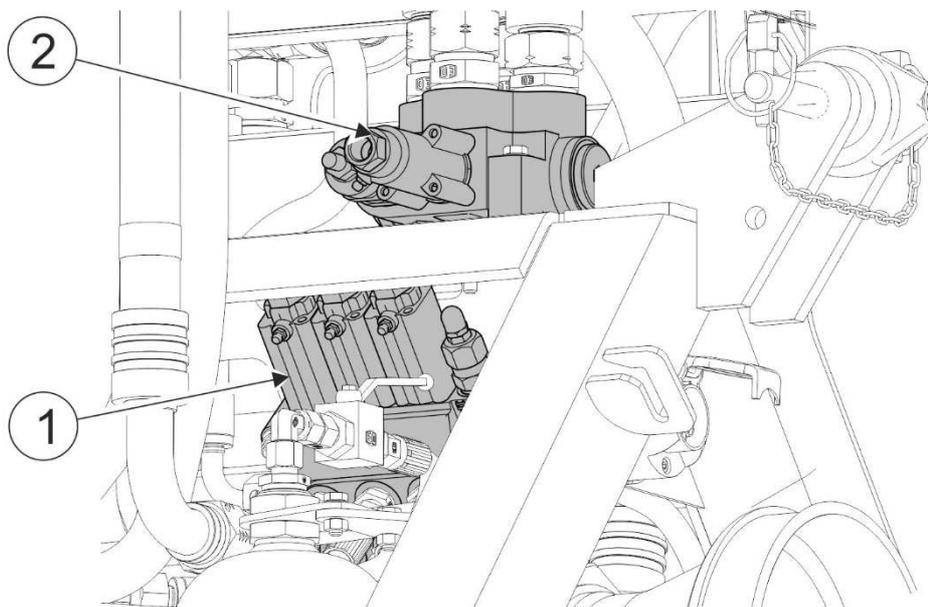

РИСУНОК 5.3 Гидравлические распределители.
(1)- гидравлический распределитель силовых гидроцилиндров плечей несущей системы; (2)- гидравлический распределитель гидродвигателя рабочей головки.
Гидравлический распределитель (1) (РИСУНОК 5.3) служит для управления тремя гидравлическими цилиндрами несущей системы. Односекционный распределитель (2) служит для запуска гидродвигателя рабочей головки. Управление распределителями осуществляется при помощи пульта управления изнутри кабины трактора. Необходимо ежедневно проверять техническое состояние уплотнений распределителя.